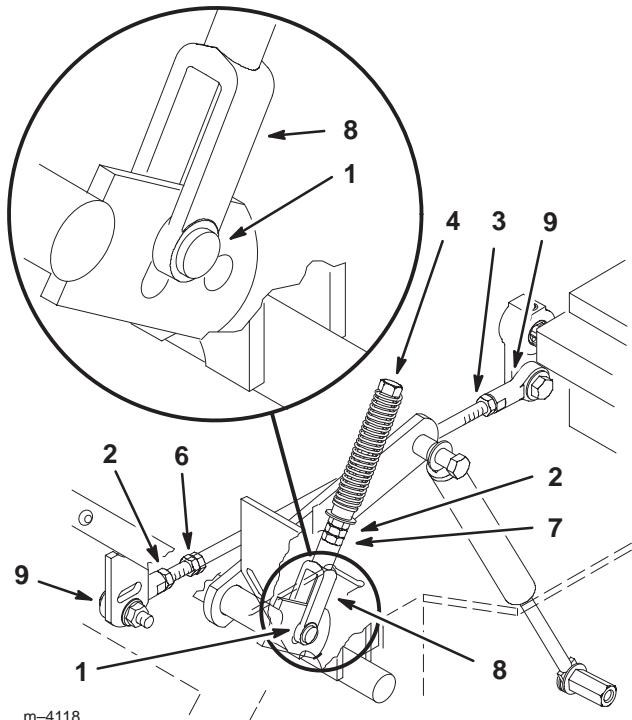

Figure 55
6. Si un réglage s'impose, desserrez l'écrou et l'écrou de blocage vissés contre la chape (Fig. 55).
8. Serrez l'écrou et l'écrou de blocage (Fig. 55).
4. Tirez-le ensuite en arrière jusqu'à ce que l'axe de chape (situé sur le bras au-dessous de l'axe de pivot) touche l'extrémité de la fente (c.-à-d. commence juste à appuyer sur le ressort) (Fig. 55).
1. Desserrez les contre-écrous sur les rotules de la tige de commande de la pompe (Fig. 55).
3. Réglez la longueur de la tige de pompe en tournant les doubles écrous dans le sens voulu, jusqu'à ce que la roue soit immobilisée ou tourne légèrement en arrière (Fig. 55).
6. Serrez les écrous contre les rotules (Fig. 55).